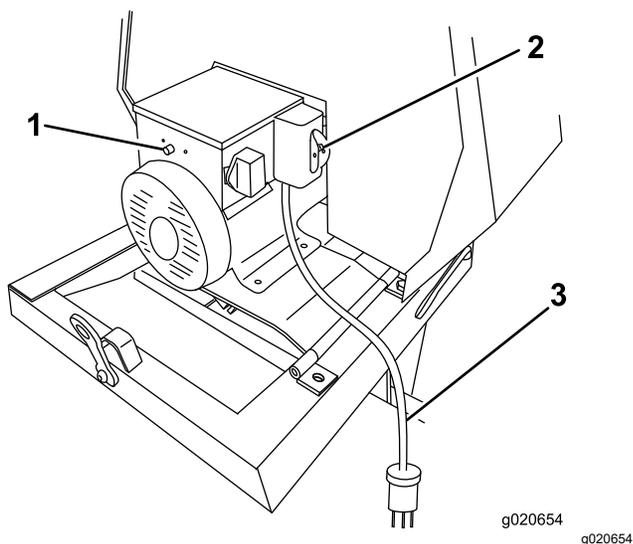

Figure 25
2. Débranchez la fiche électrique de la machine de la source d'alimentation (Figure 25).
4. Sur le côté du boîtier de raccordement du moteur, appuyez sur le bouton de réinitialisation du dispositif de protection contre les surcharges thermiques (Figure 25).